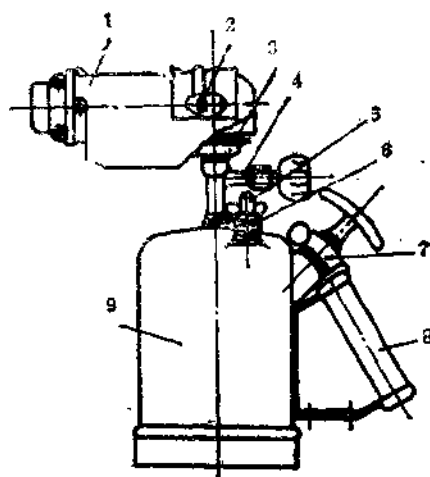

图1-12 喷灯
6. 喷灯 喷灯是一种利用喷射火焰对工件进行加热的工具。常用于大截面铜导线连接处的搪锡，焊接铅包电缆的铅包层，以及其他电连接表面的防氧化镀锡等。其火焰温度可达900℃以上，外形结构如图1-12所示。